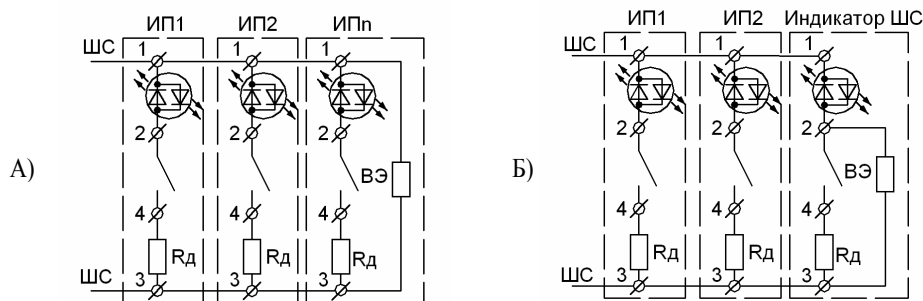

Рис. 2. Варианты включения извещателя с **закрывающимся контактом** в шлейф сигнализации приемно-контрольного прибора:
Клеммы «3» и «4» служат для подключения при монтаже извещателя на объекте дополнительного резистора R д (в каждом извещателе), а между клеммами «1» и «3» может быть включен выносной элемент (резистор Rв, диодно-резистивная цепочка и т.п.) - в последнем извещателе шлейфа. (см. рис. 2А).
Конструкция извещателя «МАК-1» исп. 011\* (он же-ИБ) позволяет использовать его также и в качестве устройства визуального контроля исправного состояния всего шлейфа сигнализации или в качестве стандартного ВУОС для контроля состояния дымовых и комбинированных пожарных извещателей типа «ИДТ-2», «ДИП-3М» или аналогичных им токопотребляющих (активных) пожарных извещателей (см. рис. 2Б):
3.1 В извещателе, предварительно проверенном на отсутствие механических повреждений пластмассовых деталей, выводов оптического индикатора и стоек термочувствительного элемента, при его монтаже на объекте монтируют дополнительные элементы: к клеммам «3» и «4» извещателя подключают дополнительный резистор R д, ограничивающий ток через замкнувшиеся контакты температурного реле сработавшего извещателя (в каждом извещателе), а к клеммам «1» и «3» подключают выносной элемент (ВЭ) шлейфа сигнализации приемно-контрольного прибора - в последнем извещателе шлейфа. (см. рис. 2А). При этом, если необходимо иметь возможность постоянного визуального контроля исправного состояния шлейфа по всей его длине, указанный ВЭ подключают к клеммам «2» и «3» дополнительного извещателя, установленного в конце ШС (см. рис. 2Б).